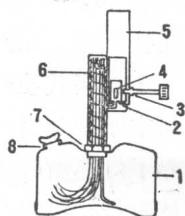

图11 座式喷灯纵剖面
1、座式喷灯的纵剖面结构如图11，其基本原理是当使预热盘内酒精燃烧时，加热了灯芯所吸上的酒精，酒精气化后只能从喷口排出且具有一定压强（喷灯的其它部分都不得漏气）。自喷口向上喷出酒精蒸气时，随之造成其附近局部压强减小（柏努利原理），因而从空气入口混进了适量的空气。这混有适量空气的酒精蒸气在灯管口处燃烧。喷灯火焰温度高低在一定范围内与通入的空气量有关，而酒精蒸气喷出量和压强大小又与灯芯管受热程度和喷口大小有关。